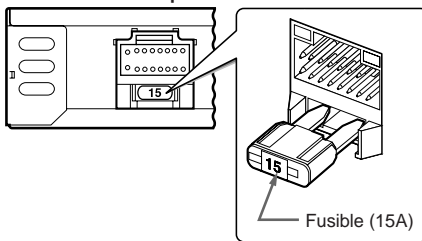

Figure 10
4. Si un fusible doit être remplacé, retirez le fusible (15 A) à l'arrière de l'amplificateur et installez-en un nouveau (Fig. 10).